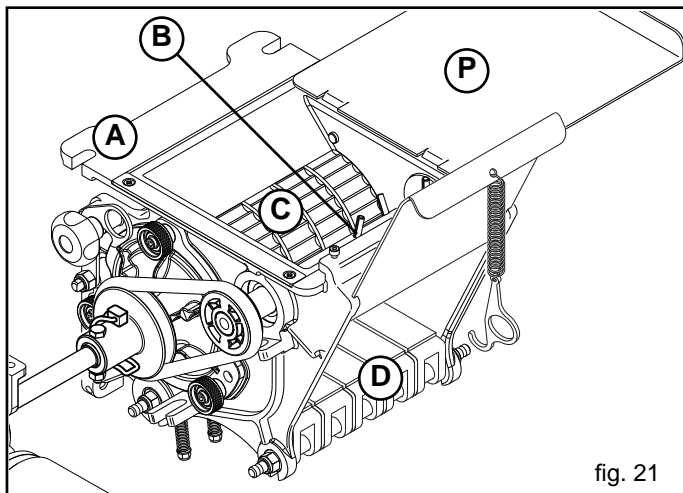

fig. 21
Le doseur (Fig. 21), l'organe principal pour le fonctionnement de l'élément semeur, est placé sous le réservoir des semences.
B) **Trémie avec produit:** utiliser la cloison mobile (P, Fig. 21) pour exclure l'alimentation de la trémie au doseur. Successivement vider la chambre de dosage.
IMPORTANT: avant de commencer les opérations d'ensemencement, ouvrir la cloison (P, Fig. 21) pour alimenter le doseur.